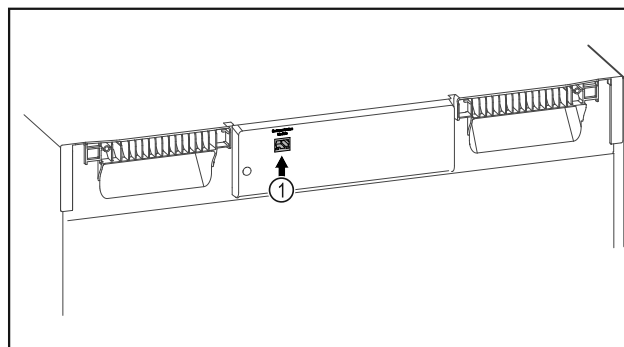

Fig. 131
- ☐ SmartModule Fig. 131 (1) on otettu käyttöön.